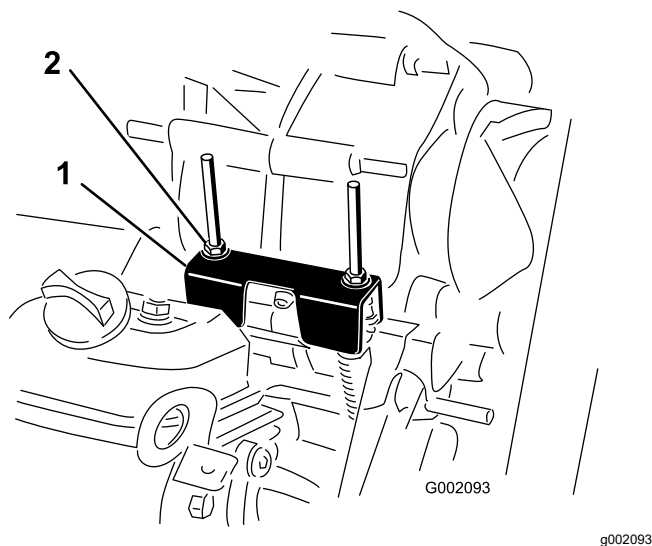

図 64
定期整備を行う時やエンジンの故障診断を行う時には、トランスアクスルをニュートラルにシフトしておく必要があります 図 64。トランスアクスルをニュートラル位置にするにはシフトレバーをニュートラル位置にします。以下の操作を行って、ニュートラルでシフトレバーが正常に機能することを確認してください
2. ニュートラルブラケットがニュートラル位置シフトブラケットの下にあるケーブル取り付けブラケットと面一になっていることを確認する 図 64。